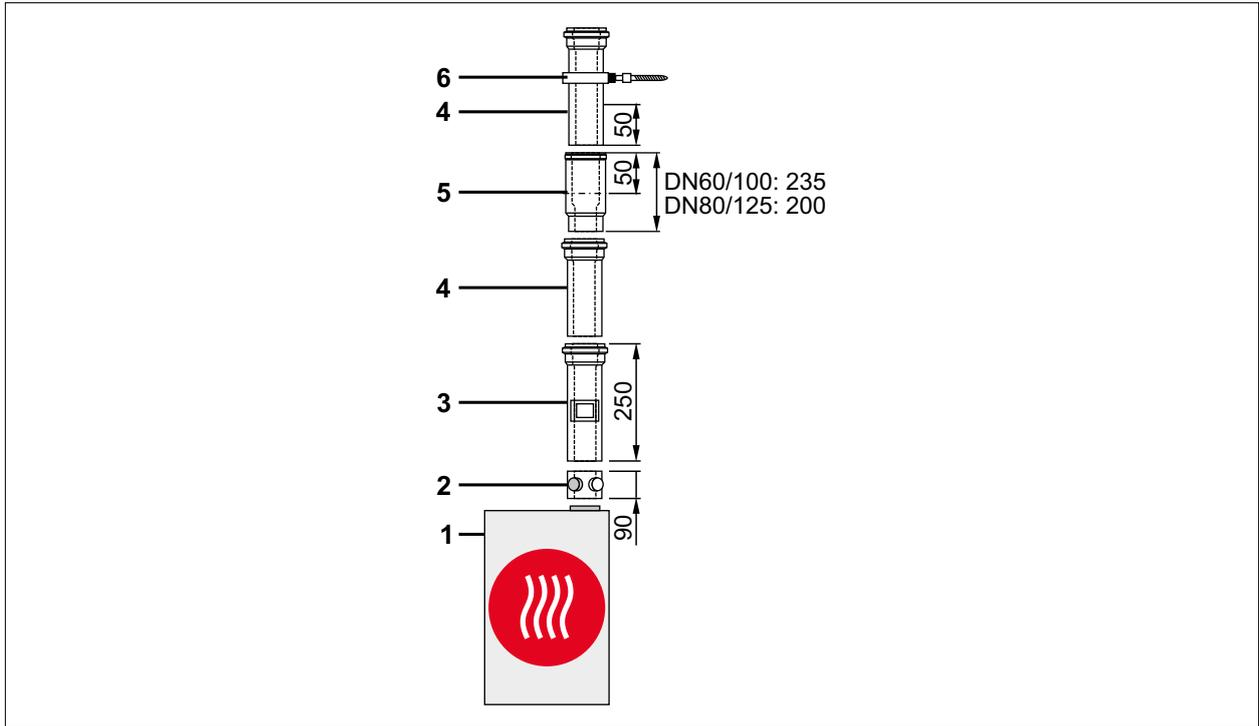

Fig. 5.14 Ejemplo de sistema de salida de gases [mm]
- En principio, montar la conexión del equipo con toma de medición de gases de combustión (2) (Fig. 5.14 Ejemplo de sistema de salida de gases [mm]) en la conexión del generador de calor (1).
- ▶ Deslizar el dispositivo separador (6) (Fig. 5.14 Ejemplo de sistema de salida de gases [mm]) hasta el tope en el manguito precedente (5).
- ▶ Deslizar el siguiente tubo de aire/gases de combustión (5) 50 mm en el manguito del dispositivo separador (6).
- ▶ Fijar siempre el tubo de aire/gases de combustión (5) en esta posición, p. ej. con una abrazadera distanciadora (7) o en el lado del aire con un tornillo de fijación.